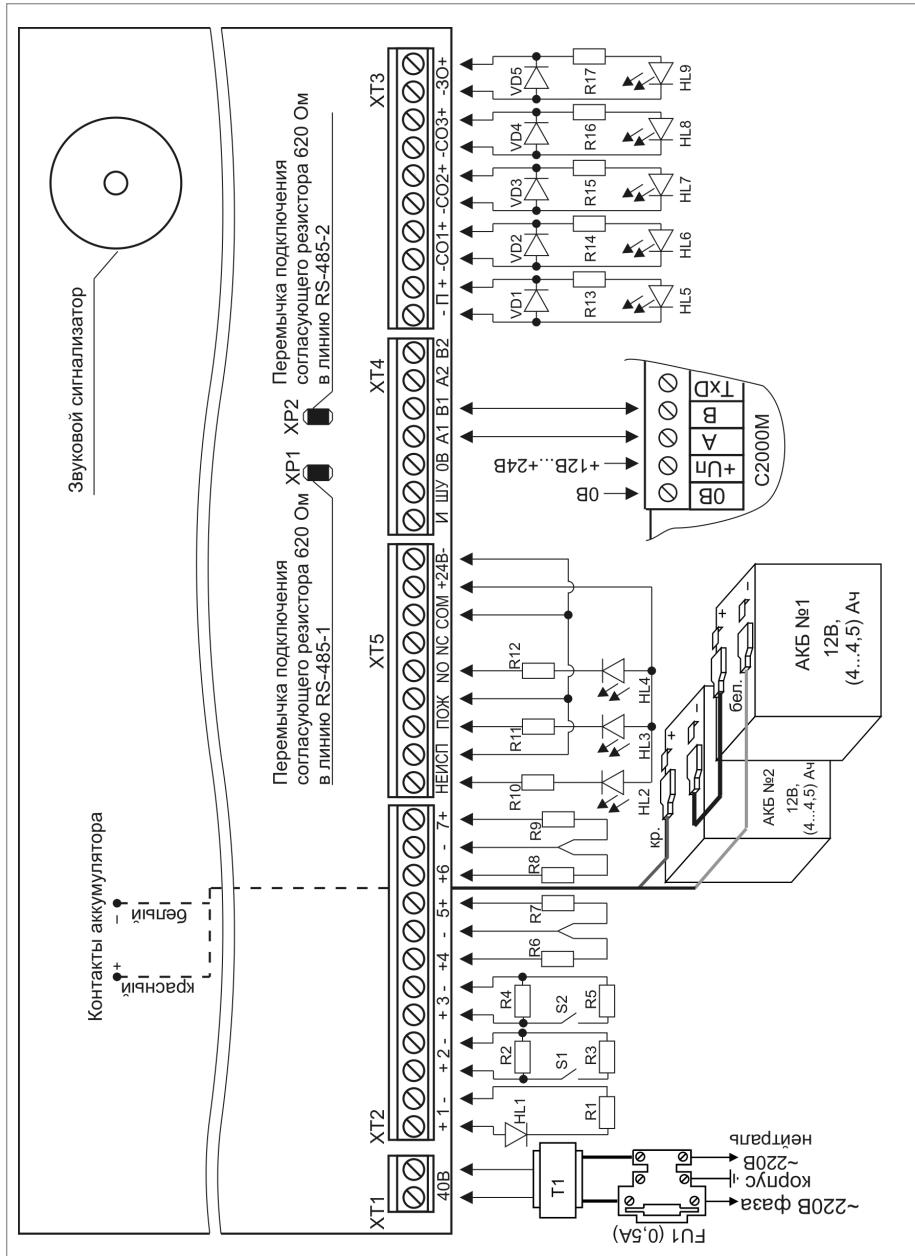

Рисунок 1. Схема подключения прибора «С2000-АСПТ» при общей проверке
- 2.3. Подключите прибор по схеме, приведенной на рис. 1